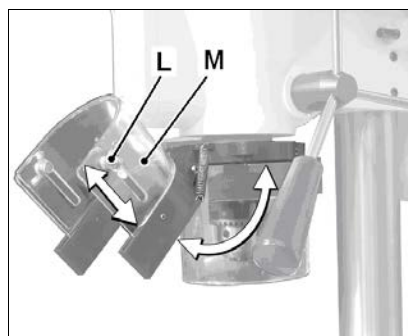

Рис. 4
Ослабьте винты (L, Рис. 4), чтобы отрегулировать положение прозрачного экрана (M) по высоте.